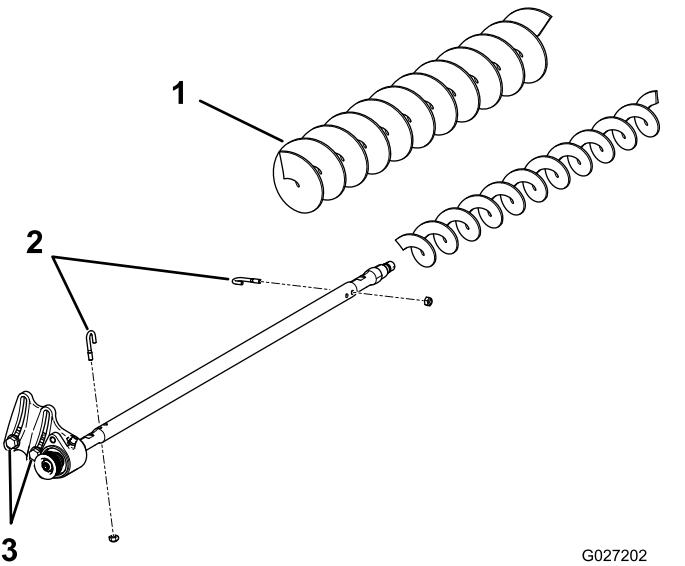

図 21
- J ボルト2本とナットを外す (図 21)。
- ブラシシャフトについている既存のブラシを抜き取る 図 21。
- 駆動側ベアリングハウジングをベアリングハウジング取り付けブラケットに固定しているボルト各2本とワッシャおよびナットをゆるめる 図 21。
- グルーミングシャフトに高刈りブラシブラシを通す 図 21。
- 先ほど外した J ボルトとナット各 2 を使って、ブラシをシャフトに固定する 図 21。